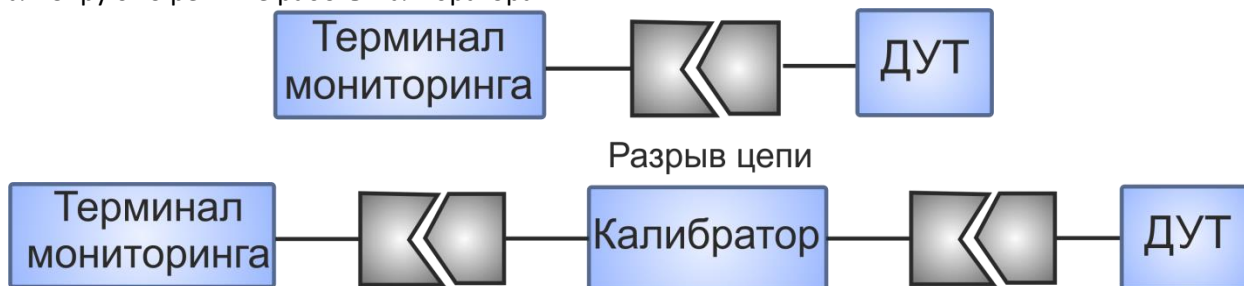

Рисунок 27 – Подключение калибратора в разрыв цепи «Терминал – ETS.F»
Калибратор выполнен в пластмассовом корпусе. Он содержит два разъема для подключения его в разрыв цепи «Терминал – ETS.F» (рис. 27). Также имеется щуп, предназначенный для подключения к центральному электроду калибруемого датчика. На корпусе модуля калибровки расположены три светодиода разных цветов: красный – «не калиброван», желтый – «готов» и зеленый – «калиброван». Они сигнализируют о режиме работы калибратора.
3. Подключить ETS.F и калибратор согласно рис. 27. Подать питание на кабель, идущий от терминала. Должен загореться красный светодиод, если частота выходного сигнала ETS.F отличается от 500 Гц или зеленый, если частота равна 500 Гц (калибровка не требуется).